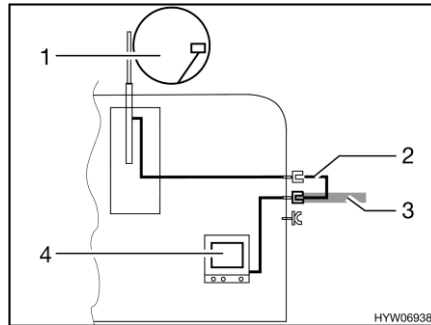

Fig. 202 TV en el vehículo
- TV en el vehículo (Fig. 202,4): Conexión a la antena del techo (Fig. 202,1) con el cable de conexión (Fig. 202,2)
- TV en el vehículo (Fig. 202,4): Conexión a antena externa (Fig. 202,3)